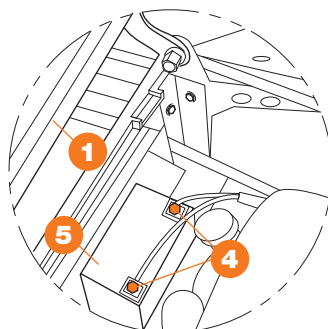

Рис. 10
- Присоедините клеммы **4** аккумулятора **5**, закрутите винты клеммы (Рис. 10).